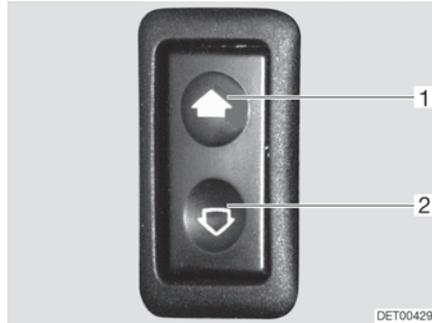

Fig. 26 Interruptor para el elevelunas eléctrico
- Abrir:* ■ Pulsar la parte inferior (Fig. 26,2) del interruptor.
- Cerrar:* ■ Pulsar la parte superior (Fig. 26,1) del interruptor.